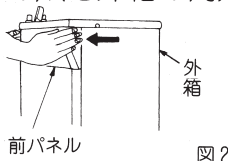

図2
- 1 前パネルの左右どちらかの側面の ■ マークを手で軽くたたくようにして内側に押し (図2)、前パネルの爪を外箱の角穴からはずし (図3)、手前下方に下げます (図4)。